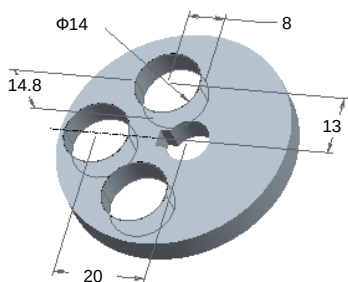
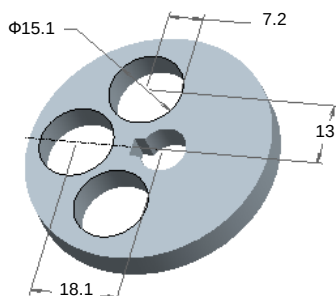

图 11.4.16 选择尺寸
图 11.4.17 结果
(6) 定义设计变量。
① 在“优化/可行性”对话框的 **设计变量** 区域中，单击  按钮。
② 在系统的  提示下，单击模型树中的拉伸 2 特征，然后选取图 11.4.16 中的尺寸 8、Φ14、13、20。
(7) 在图 11.4.16 所示的“优化/可行性”对话框中，单击  按钮，经过几种系统运算后，系统提示 。此时模型尺寸如图 11.4.17 所示。
(8) 要保存研究，请选择   命令。